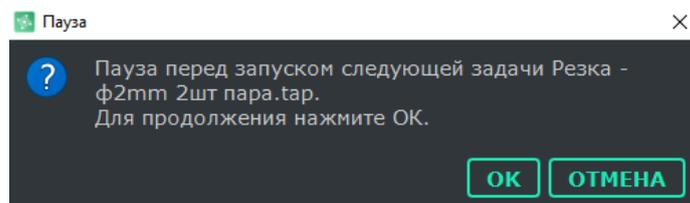

Рисунок 31. Пауза перед запуском задачи
**Пауза перед запуском УП** – при установленной галочке после нажатия на кнопку ПУСК появится блокирующее окно (рис. 31) с требованием нажать кнопку ОК, чтобы запустить задачу на исполнение.